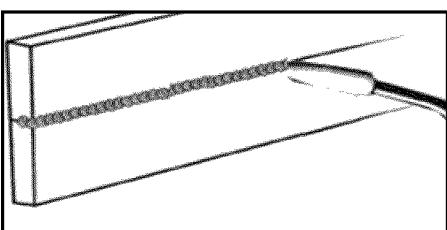

Fig. 13b
- POSICIÓN HORIZONTAL: es muy parecida a la posición plana, excepto que el ángulo B (vea "CÓMO SOSTENER EL SOPLETE") es tal que el alambre se dirige más hacia el metal sobre la unión de soldadura. Esto ayuda a impedir que el baño de fusión corra hacia abajo, al tiempo que permite una velocidad de recorrido suficientemente lenta. Un buen punto de partida para el ángulo B es de unos 30 grados HACIA ABAJO a partir de estar perpendicular a la pieza de trabajo. (Fig. 13b)